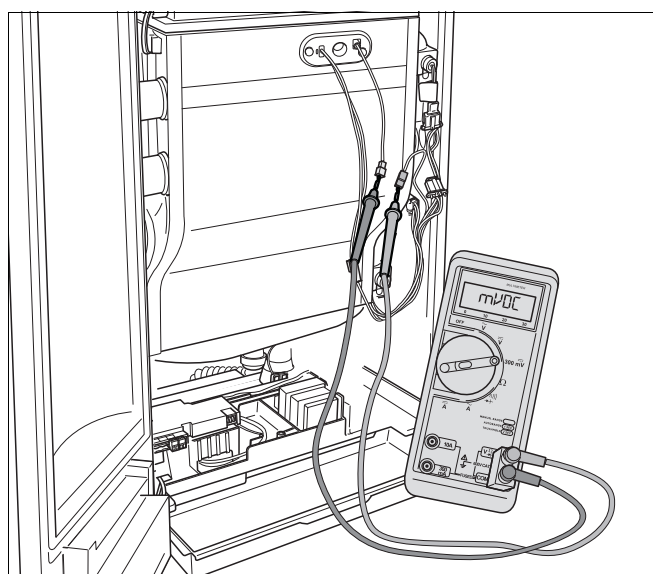

Fig. 90 Măsurați curentului de ionizare
- Racordați aparatul de măsurare în serie (fig. 90). Alegeți la aparatul de măsură domeniul de curent continuu μA . Aparatul de măsurare trebuie să aibă o rezoluție de cel puțin $1 \mu\text{A}$.